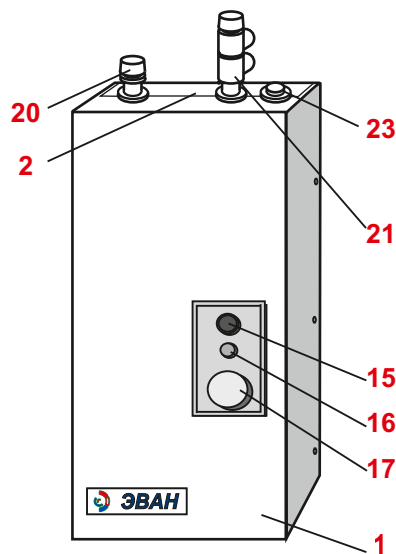

Рисунок 1.
4.1 Водонагреватели ЭВАН-В1 -6; -7,5; -9; -12; -15; -18; -24; -30 в соответствии с рис.1, 2 состоят из следующих основных частей:
- кожуха (1) рис.1 с брызгозащитной панелью (2);
4.4 На входном патрубке установлен обратный клапан (20) (рис.1), при монтаже водонагревателя на выходной патрубке устанавливается “группа безопасности” (21) из комплекта поставки.
4.6 Для предотвращения попадания брызг на клеммник подключение питающего кабеля осуществляется через гермоввод (уплотнительную манжету) (23) (рис. 1).
- отвинтить и снять с кожуха брызгозащитную панель (2) - рис.1;